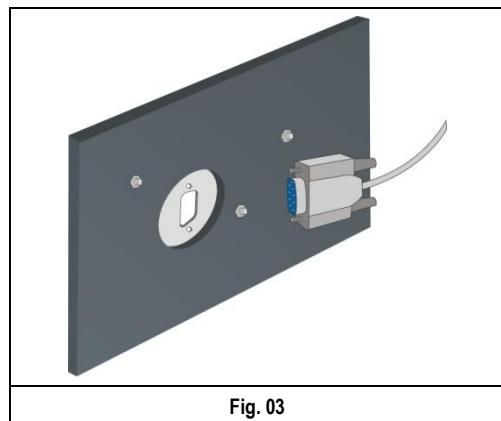

Fig. 03
3. Conectar e fixar o cabo atrás do suporte, parafusando-o (**Fig. 03**).
3. Conecte y fije el cable detrás del soporte, entornillándolo (**Fig. 03**).
3. Connectez et fixez le câble derrière le support, le vissant (**Fig. 03**).
3. Connect and attach the cable behind the base, screwing it (**Fig. 03**).